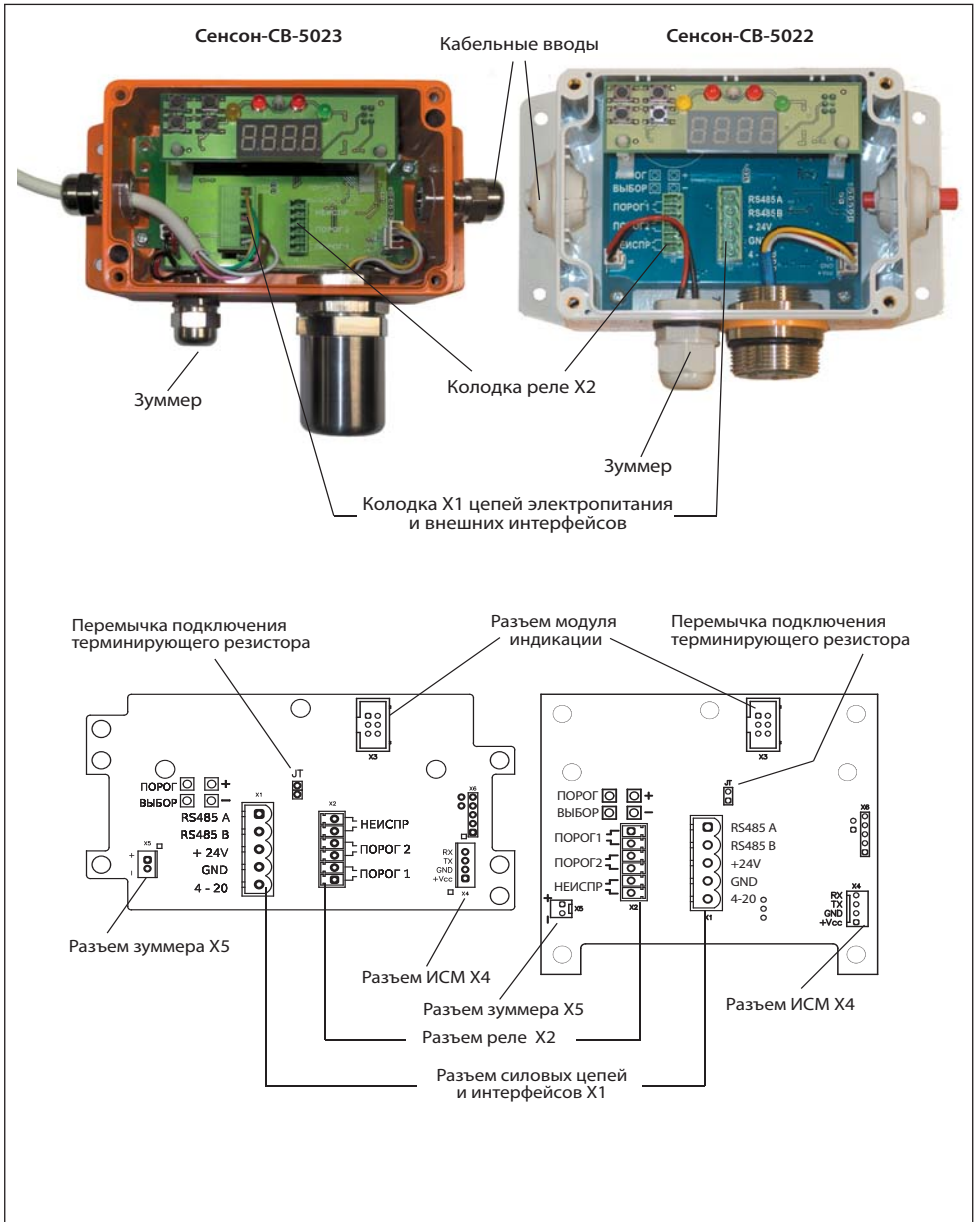
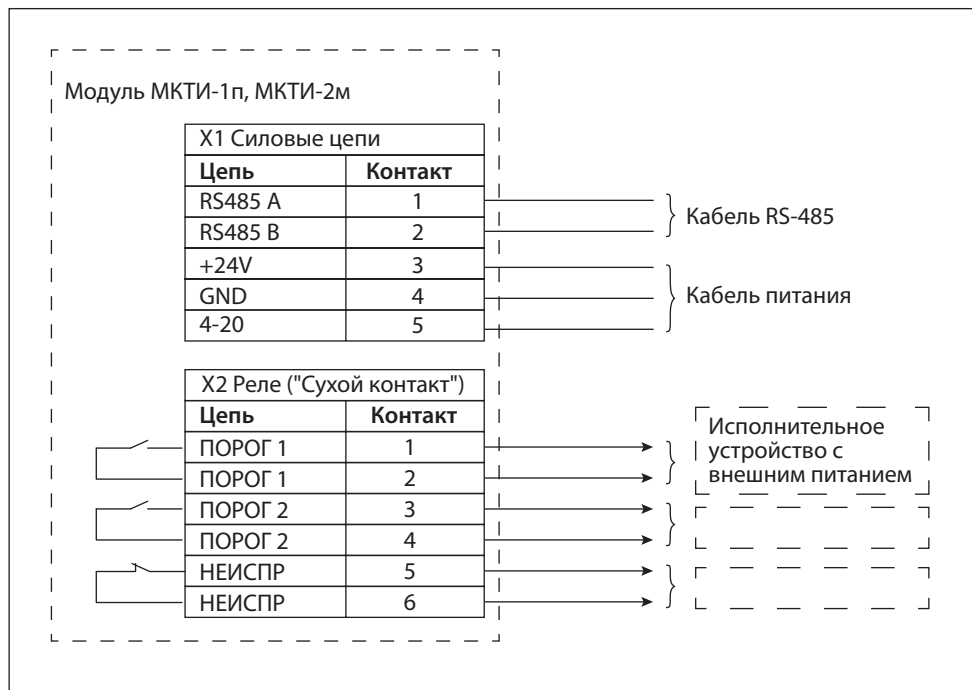

Рис.10. Коммутационные элементы: СВ-5023 (слева), СВ-5022 (справа)
Рис.11. Схема подключения "Сенсон-СВ" исполнений 5022 и 5023
5. Отсоедините кабельную часть разрывных колодок. Подключите кабели в соответствии с маркировкой на плате (рис.10) и схемой подключения (рис.11), прочно закрутите отверткой фиксирующие винты кабельных колодок.
мости от конфигурации сети), снимите/установите перемычку в позицию JT (см. рис. 10).
8. Убедитесь, что разъемы модуля индикации, ИСМ, зуммера подключены (рис.10).
Для перехода в режим "Тест" в Основном состоянии нажмите и удерживайте 2 с кнопку "+". На индикаторе отобразится ПР. Последовательно нажимая кнопки ПОРОГ, ВЫБОР, "+" и "-", с помощью тестера проверьте факт замыкания трех реле и срабатывания ЗУ. Тестер необходимо подключать к колодкам реле (см. рис.11).